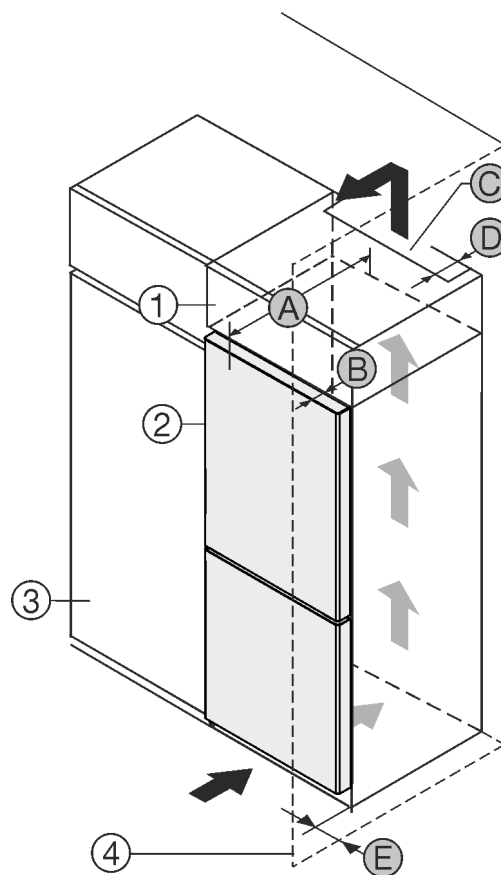

Fig. 1
- (1) Nastavná skříňka
- (2) Příklad
- (3) Kuchyňská skříň
- (4) Stěna
- (A) Hloubka přístroje
- (B) Hloubka dvířek
- (C) Ventilační průřez
- (D) Vzdálenost zadní strany přístroje
- (E) Vzdálenost k zadní straně přístroje
Můžete přístroj nainstalovat přímo vedle kuchyňské skříňky Fig. 1 (3).
Na zadní straně nastavné skříňky musí být větrací šachta hluboká Fig. 1 (D) přes celou šířku nastavné skříňky.
Pod stropem místnosti musí být dodržen ventilační průřez Fig. 1 (C).
Když přístroj instalujete závěsy vedle stěny Fig. 1 (4), musí být vzdálenost mezi přístrojem a stěnou minimálně 13 mm.
Když přístroj instalujete závěsy vedle stěny Fig. 1 (4), musí být vzdálenost mezi přístrojem a stěnou minimálně 20 mm.
Aby bylo možné dvířka plně otevřít, musí přístroj přesahovat o hloubku dvířek Fig. 1 (B) vůči přední linii kuchyňské skříňky. V závislosti na hloubce kuchyňských skříňek Fig. 1 (3) a použití vymezených odstupů od stěny může přístroj vyčnívat dále.